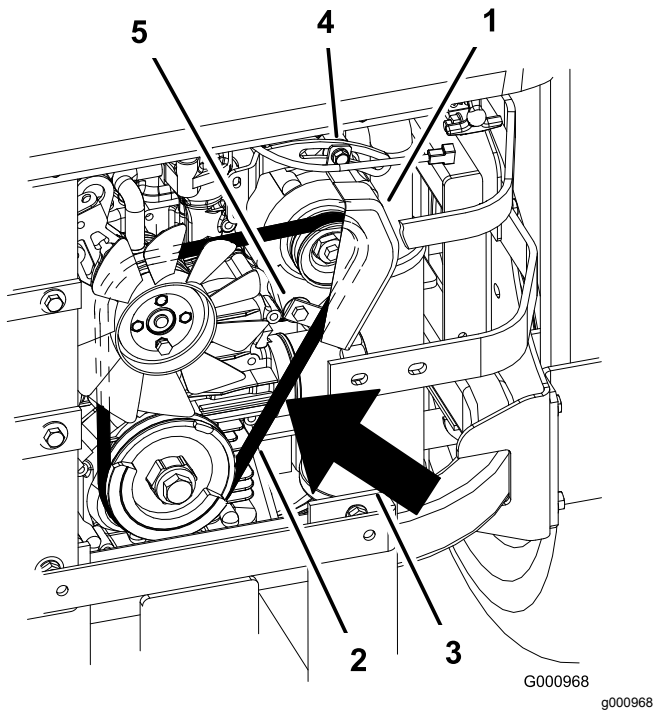

Figure 65
2. Réglez l'alternateur vers l'extérieur jusqu'à ce que la courroie présente une flèche de 7 à 9 mm quand une force de 10 kgf est exercée entre les poulies du moteur et de l'alternateur (Figure 65).
5. Si la flèche est correcte, serrez les boulons inférieur et supérieur (Figure 65).